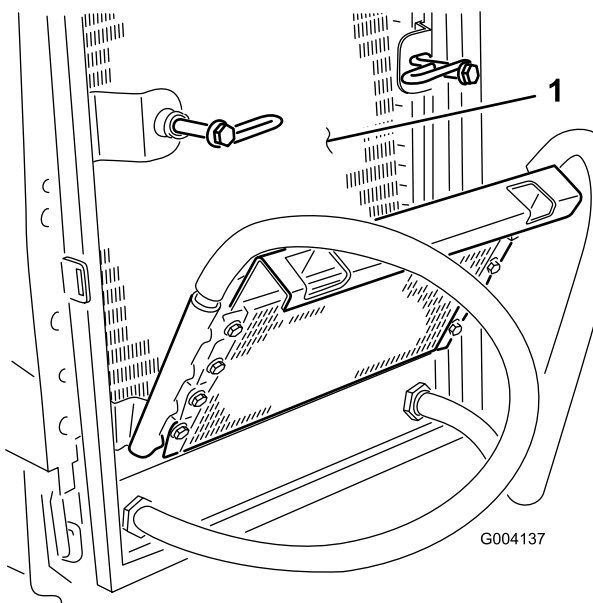

Figura 50
6. Limpie a fondo ambos lados del enfriador de aceite y del radiador (Figura 50) con aire comprimido.